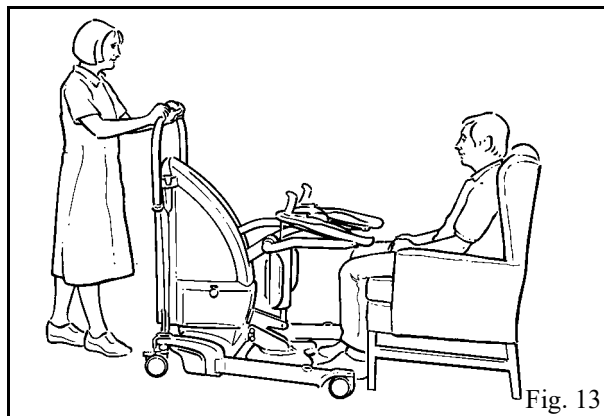

Fig. 13
3. Acérquese al paciente con la grúa por su parte delantera. Deténgase antes de que el reposapiés y el Proactive Pad entren en contacto con el paciente (véase la fig. 13).